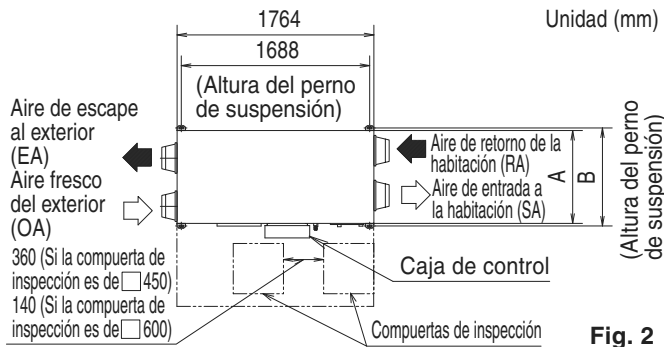

Fig. 2
- (1) Confirme la relación posicional entre la unidad y los pernos de suspensión. (Refiérase a la Fig. 2)**